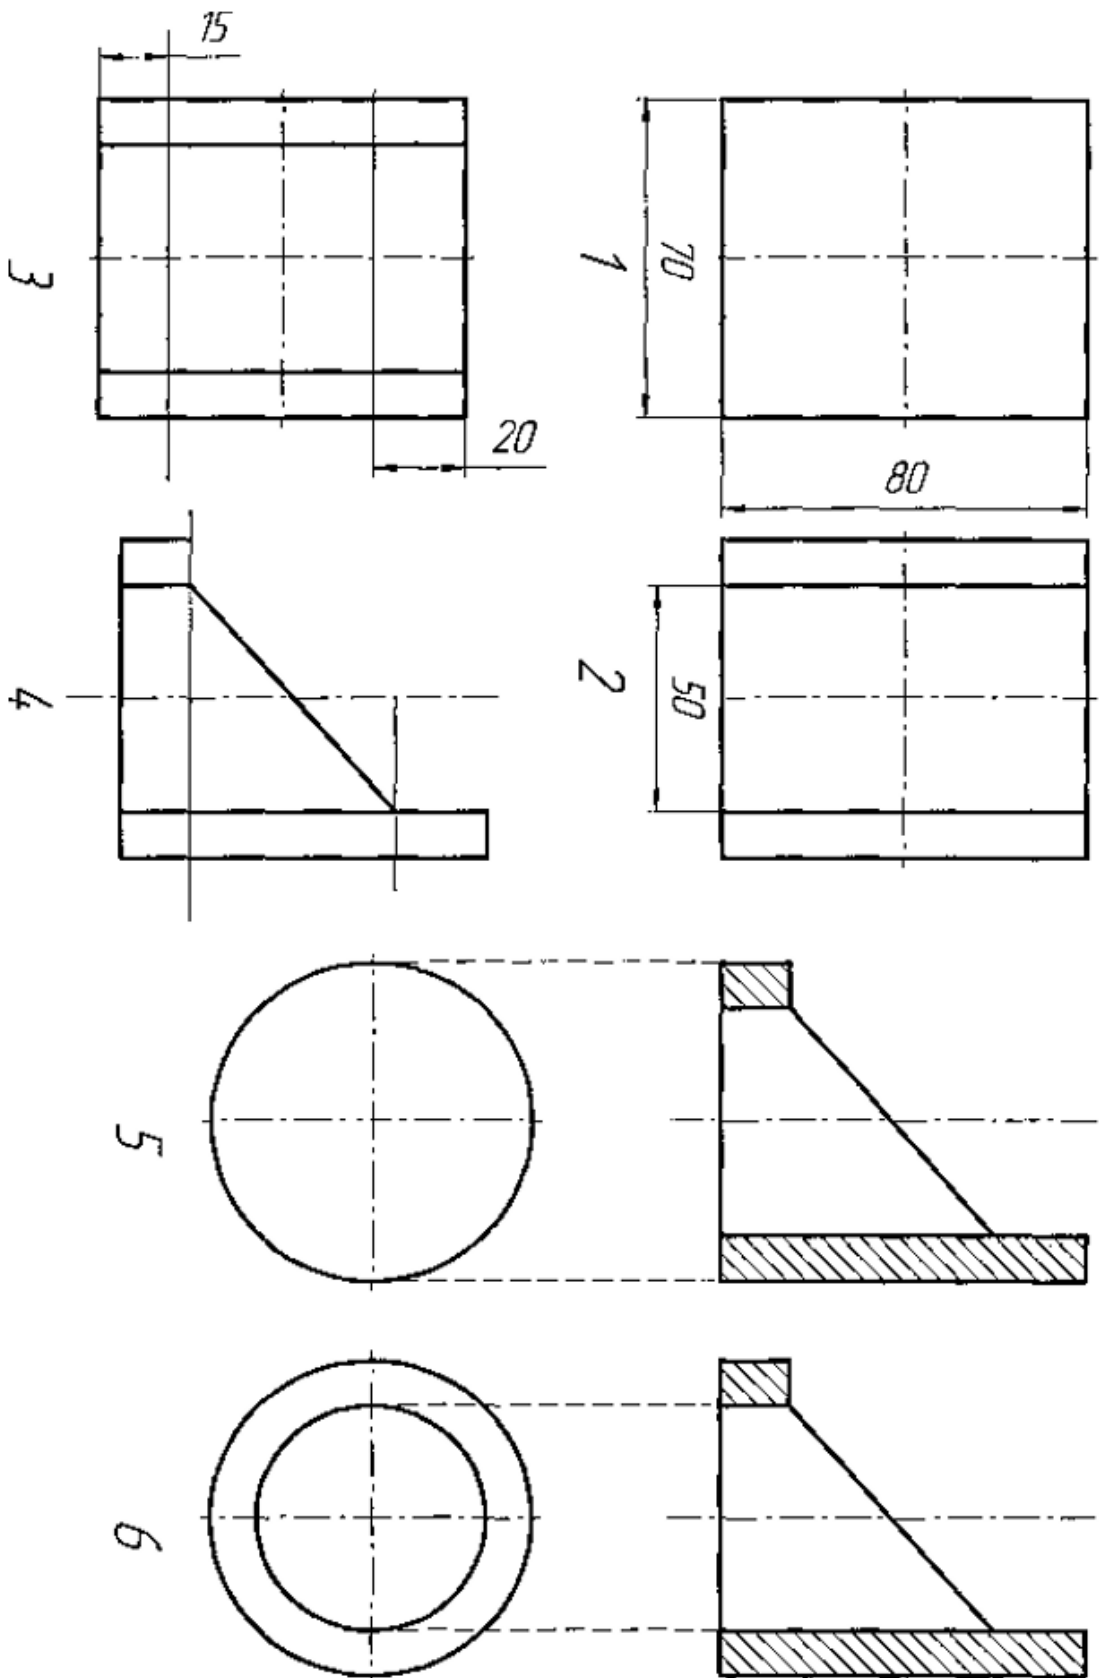
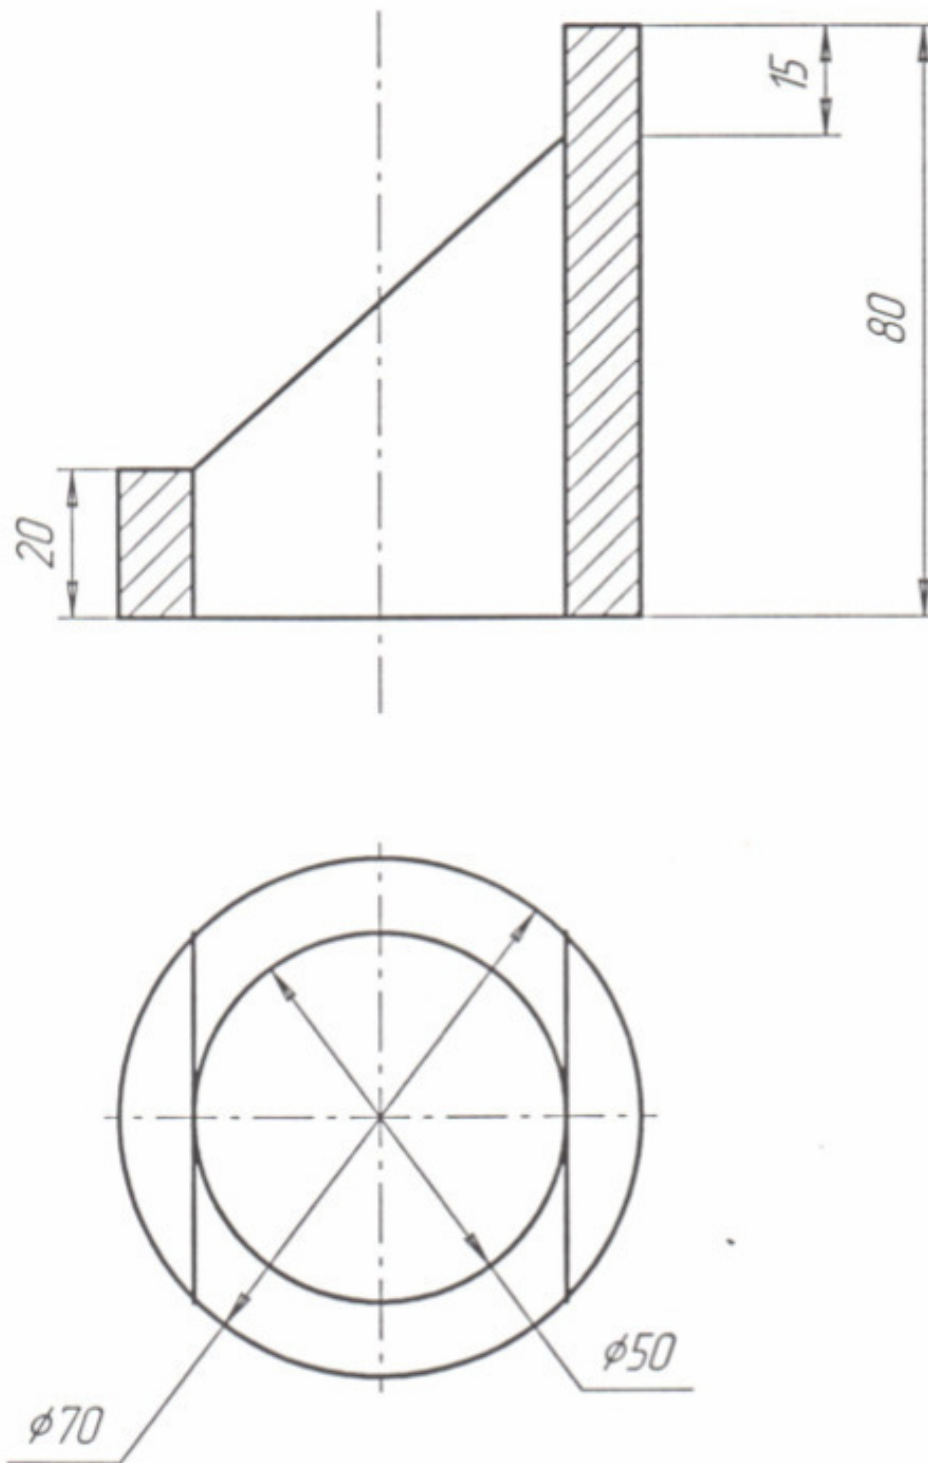

Рис.2.2. Последовательность выполнения задания
Рис.2.3. Пример выполнения задания
Примечание: размеры предмета и последовательность выполнения задания приведены на рис. 2.2., пример оформления результатов работы - на рис. 2.3.
- Построить прямоугольник с осями с заданной высотой  $h$  и шириной  $w$  (см. нижнюю строку параметров объектов) (на рис.2.2 – действие 1). Для создания прямоугольника нажать пиктограмму «Создать объект» на панели специального управления.
- Внутри построенного прямоугольника построить еще один прямоугольник с той же высотой  $h$  и шириной  $w$ , соответствующей ширине отверстия. Закончить процедуру следует нажатием пиктограмм «Создать объект» и «Stop» на панели специального управления (на рис.2.2 – действие 2).
- Построить вспомогательные линии с помощью пиктограммы «Ввод вспомогательной прямой», «Параллельная прямая» (расширенная команда меню) в меню «Геометрические построения». Расстояния  $dis$ , на которых проводить вспомогательные параллельные прямые, откладывать от верхней и нижней границ прямоугольника. Значения  $dis$  задаются в нижней строке параметров объектов, там же выбираются параметры вспомогательных прямых («точки пересечений», «одна / две прямые»). Когда линия отложена, нажать на левую клавишу мыши, затем – на пиктограммы «Создать объект» и «Stop» на панели специального управления (на рис.2.2 – действие 3).
- Удалить лишние вспомогательные линии на чертеже. Для этого последовательно используются пиктограммы в меню «Редактирование Р» на инструментальной панели: «Усечь кривую», «Усечь кривую 2 точками» (расширенная команда меню). В нижней строке параметров объектов задать нужный вам «Режим удаления» и удалить лишние линии. Закончить процедуру следует нажатием пиктограммы «Stop» (на рис.2.2 – действие 4).
9. Дополним главный вид наложенным сечением. Для этого выполнить штриховку с помощью пиктограммы «Штриховка» в меню Геометрические построения на инструментальной панели (шаг штриховки (в мм), угол наклона и тип штриховки выбираются в нижней строке параметров объектов). Закончить процедуру следует нажатием пиктограмм «Создать объект» и «Stop» (на рис.2.2 – действие 5).
- Используя пиктограммы «Ввод окружности» (с осевыми линиями) в меню Геометрические построения, построить окружность заданного радиуса (на рис.2.2 – действие 5, 6). Закончить процедуру следует нажатием пиктограмм «Создать объект» и «Stop». Удалить вертикальную осевую линию.